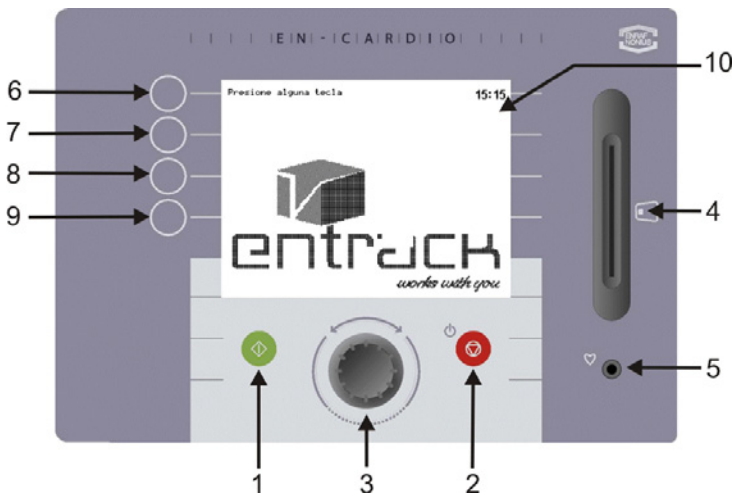

Fig. 13 Cambio de Ajustes desde la pantalla de estar en espera
1. Mantener el botón de parada (2) en la pantalla de inicio (fig. 13) reduciéndolo durante 5 segundos. (pantalla de estar en espera)